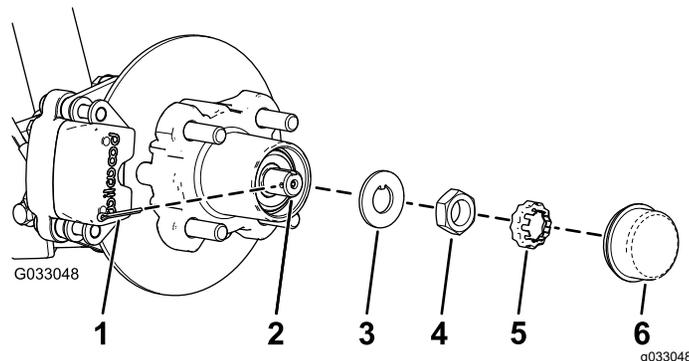

Figura 30
4. Retire o tampão antipoeira do cubo (Figura 30).
5. Retire o contrapino e o retentor da porca do eixo e porca do eixo (Figura 30).
6. Retire a porca do eixo do eixo e afaste o conjunto do cubo e o rotor do eixo (Figura 30 e Figura 31).